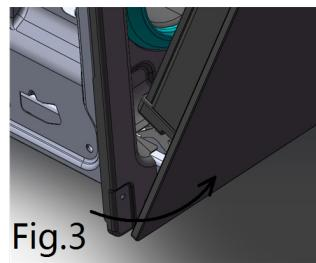
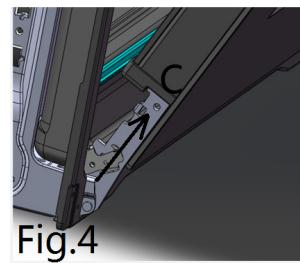

Fig.3
Fig.4
- Sostenga la puerta como se muestra en la fig.3
- Cierre suavemente la puerta (fig.3) hasta que las palancas de bisagra izquierda y derecha A estén enganchadas a la parte B de la puerta (fig.4).
- Retire los ganchos de las bisagras de su ubicación siguiendo la flecha C (fig.4); Apoye la puerta sobre una superficie blanda;